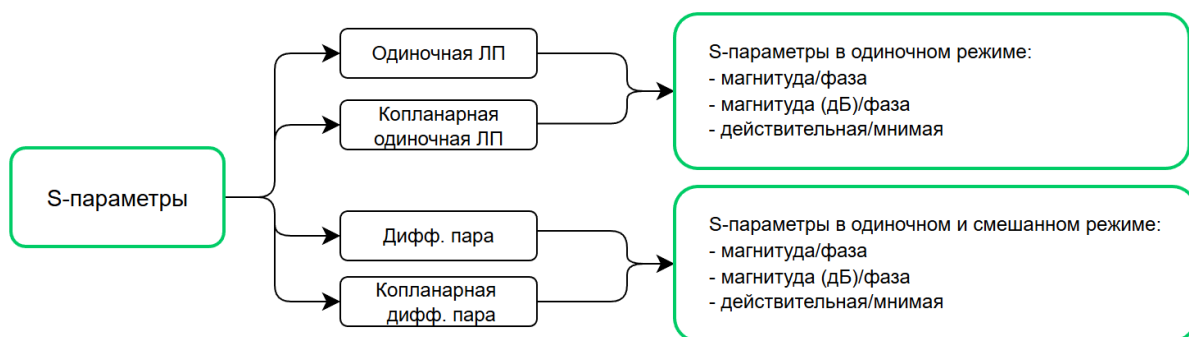

Рис. 95 Расчет «S-параметры»
2. Расчет «S-параметров» доступен для всех типов линий передачи в SimPCB Lite и позволяет оценить временную зависимость S-параметров линии передачи, см. Рис. 95.